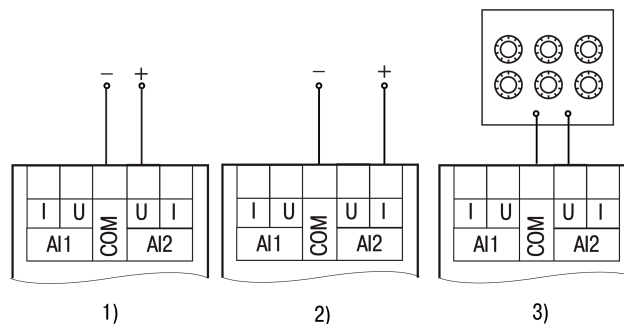

Abb. 7.1 Referenzsignalquelle
1. Schließen Sie die Referenzsignalquelle an die zu kalibrierenden Eingänge an (Abb. 7.1).